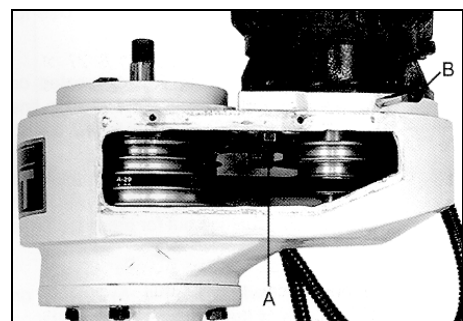

Рис.8
Ослабьте шестигранную гайку (A, Рис. 8).
- **ходовой винт для перемещения стола по вертикали (С, Рис. 8).**
*Нет тока – проверить предохранитель и автоматический выключатель (Q, Рис. 8).